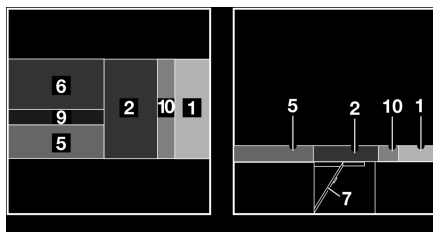
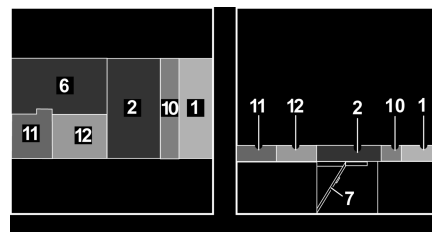

Fig. 129 Après la transformation (variante 1)
Fig. 130 Après la transformation (variante 2)
- Rabattre le coussin de dossier (Fig. 129,5) et le tirer vers le centre.
- Poser le coussin supplémentaire (Fig. 129,9) entre le coussin de dossier (Fig. 129,5) et le coussin d'assise (Fig. 129,6).
- Placer les coussins supplémentaires (Fig. 130,11 et 12) entre le coussin d'assise (Fig. 130,6) et la paroi arrière.
- Poser le coussin supplémentaire (Fig. 129,10 ou Fig. 130,10) entre le coussin de dossier (Fig. 129,1 ou Fig. 130,1) et le coussin d'assise (Fig. 129,2 ou Fig. 130,2).